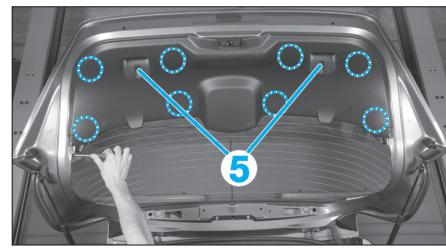

Fig. 88
- Déposer les vis de fixation (5) (Fig.88), puis dégrafe la garniture de hayon arrière.